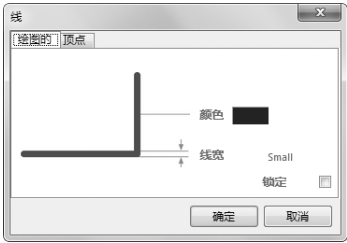

图 3-4 “线”对话框
(4) 设置导线的属性。任何一个建立起来的电气连接都被称为一个网络，每个网络都有自己唯一的名称。系统为每一个网络设置默认的名称，用户也可以自行设置。原理图完成并编译结束后，在导航栏中即可看到各种网络的名称。在放置导线的过程中，用户可以对导线的属性进行设置。双击导线或在光标处于放置导线的状态时按〈Tab〉键，弹出如图3-4所示的“线”对话框，在该对话框中可以对导线的颜色、线宽参数进行设置。